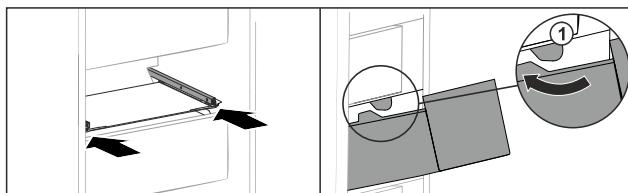

Fig. 151
- ▶ Prevedťte zásuvku okolo zarážok Fig. 151 (1).